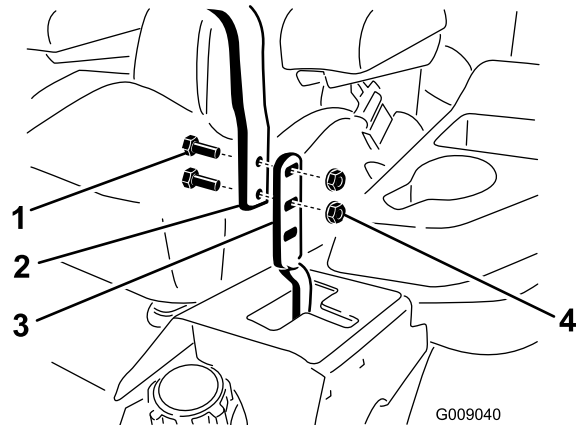

図 60
3. それぞれのハンドルをレバーに取り付けているボルトとフランジナットをゆるめる 図 60。